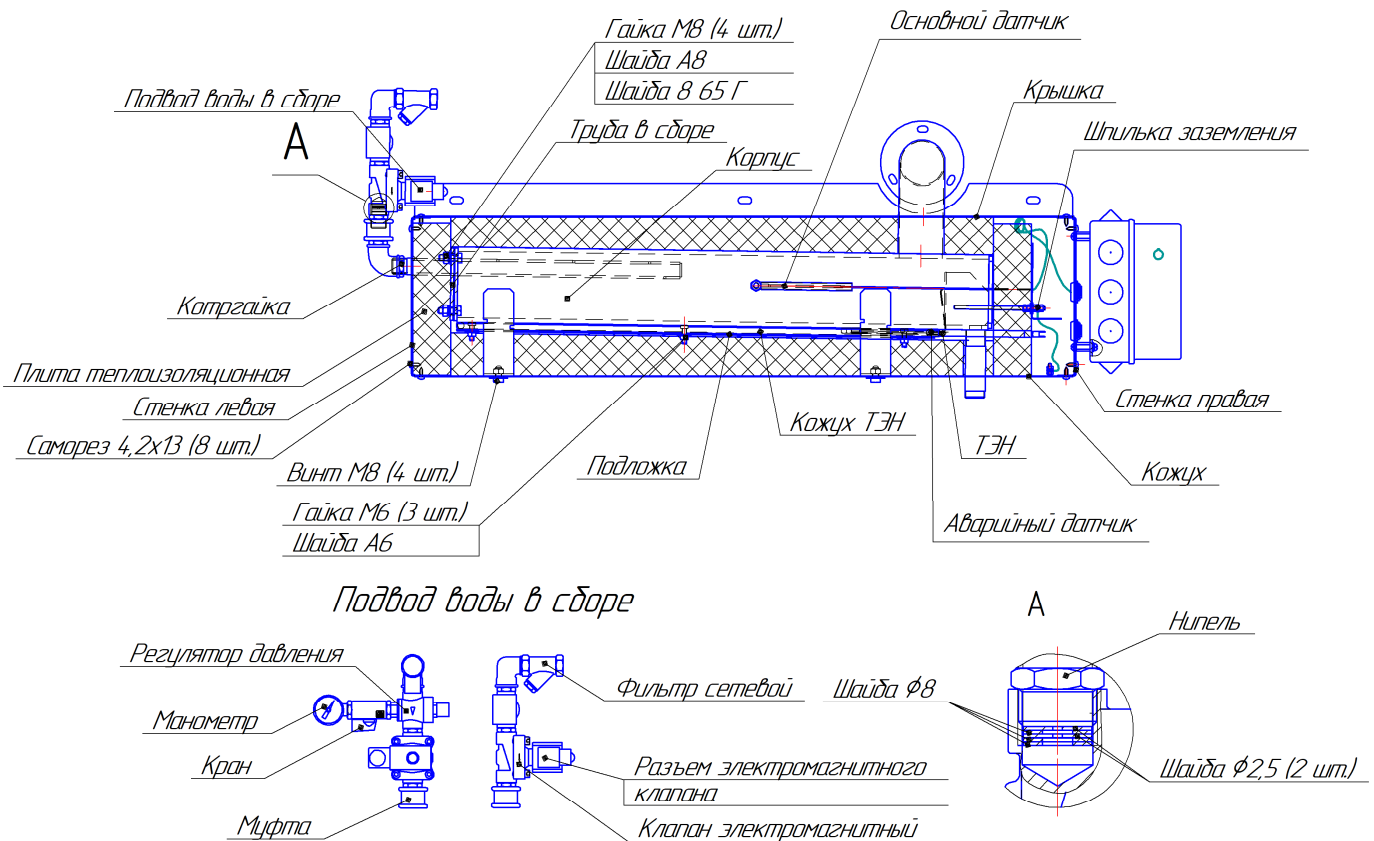

Рисунок 15 – Элементы пароувлажнения
12.4.1 Для проверки состояния креплений подводящих проводов на контактных стержнях ТЭН (см. рисунок 15), необходимо: